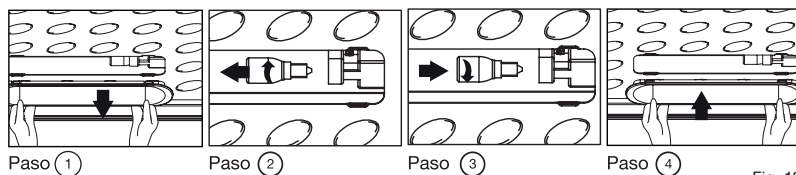

Fig. 18
**CHEST FREEZER REFERENCIA CH 227 (Ver Fig.18)**